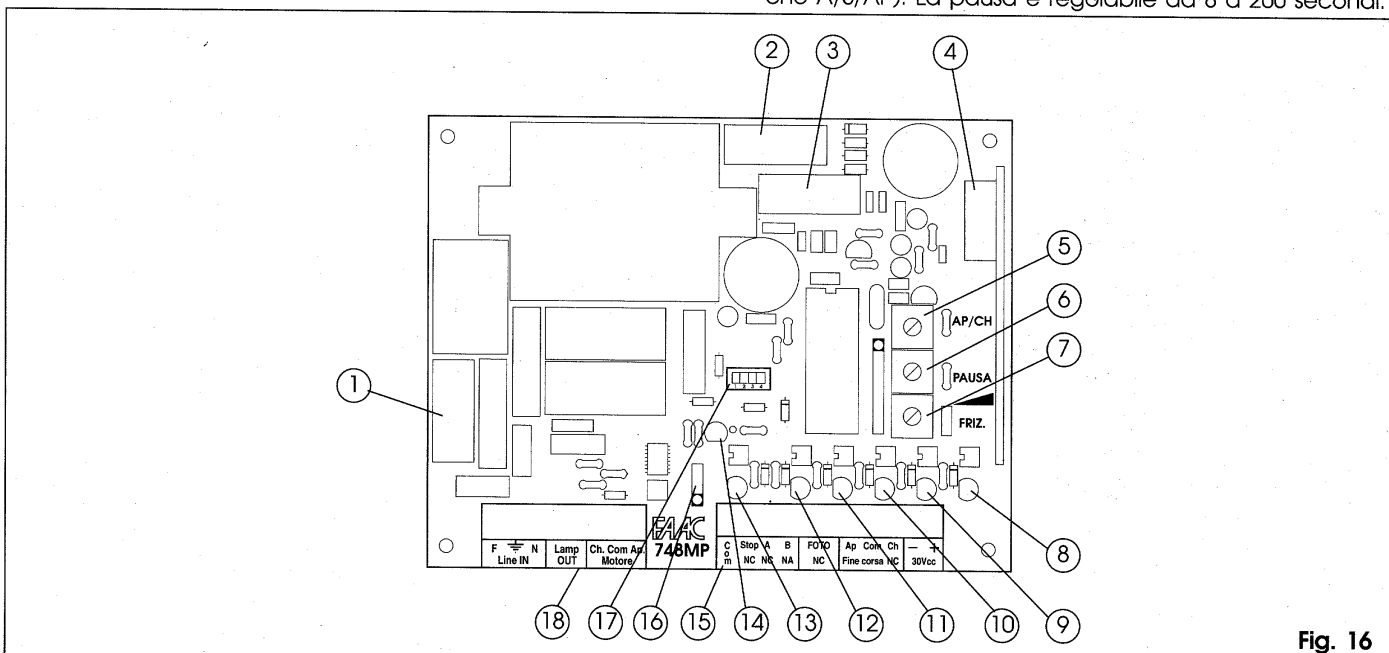

Fig. 16
Appena il led del finecorsa FCA presente sull'app. elettr. 748 MP (fig.16-rif.9) si spegne, fare avanzare il lamierino di circa 30 mm e fissarlo provvisoriamente sulla cremagliera tramite due punti di saldatura (fig.13)
Appena il led del finecorsa FCC presente sull'app. elettr. 748 MP (fig.16-rif.8) si spegne, fare avanzare il lamierino di circa 30 mm e fissarlo provvisoriamente sulla cremagliera tramite due punti di saldatura.
- 3) Verificare l'intermittenza (frequenza 1 sec) del led di diagnostica (fig. 16-rif. 14) a conferma della funzionalità del sistema.
Il tempo massimo di funzionamento è determinato dalla regolazione del trimmer AP / CH presente sull'app. elettr. 748 MP (fig.16-rif.5).
Alla rimozione dell'ostacolo il cancello proseguirà il suo movimento fino all'occupazione del finecorsa o al termine del tempo massimo di funzionamento impostato (TIME-OUT). Per effettuare la regolazione della soglia d'intervento del sistema antischiacciamento è necessario agire sul trimmer FRIZIONE presente sull'app. elettr. 748 MP (fig.16 - rif. 7).
cessario agire sugli appositi microinterruttori (fig. 16-rif. 17) come da schema sottoindicato.